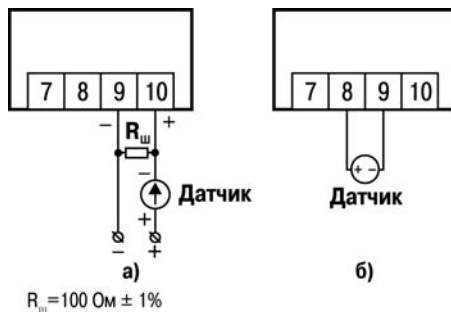

Рисунок 6.4 – Схема подключения датчиков с выходным сигналом тока (а) и напряжения (б)
6.3.3.4 При соединении датчиков и прибора необходимо соблюдать полярность, рисунок 6.4.